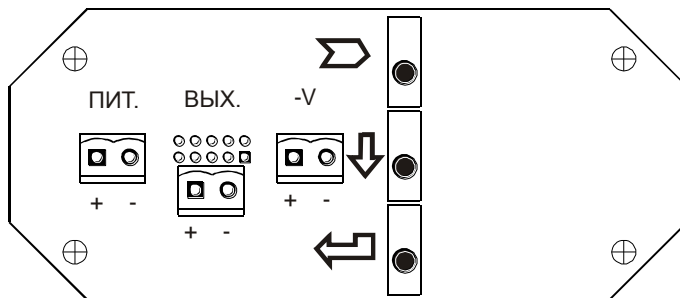

Рисунок 4 – Плата коммутации СДСВ 01.YY.XX-t.dd
1.5.6.1 Вид платы коммутации для исполнений СДСВ 01.YY.XX-t.dd приведен на рисунке 4. Назначение клеммных разъемов, установленных на плате описано в таблице 3. В отделении кабельных вводов справа от кнопок (рисунок 4) расположен разъем для подключения выносной измерительной головки.